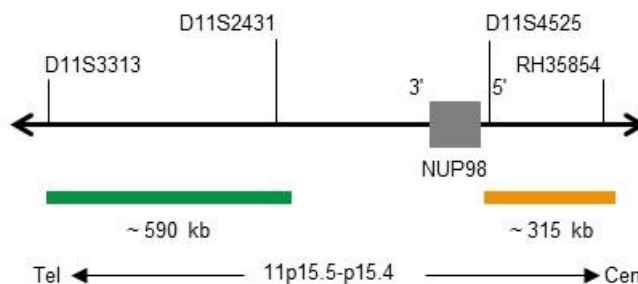

Fig. 1 : Carte de la sonde SPEC NUP98 (pas à l'échelle)
- Polynucléotides marqués au ZyGreen (excitation 503 nm/émission 528 nm) (~10 ng/μl), qui ciblent une séquence de 11p15.4-p15.5\* (chr11:2,773,748-3,363,120) distale de la région des points de rupture de NUP98 (voir figure 1).
- Polynucléotides marqués au ZyOrange (excitation 547 nm/émission 572 nm) (~4,5 ng/μl), qui ciblent une séquence de 11p15.4\* (chr11:3,829,054-4,142,792) proximale de la région des points de rupture de NUP98 (voir figure 1).